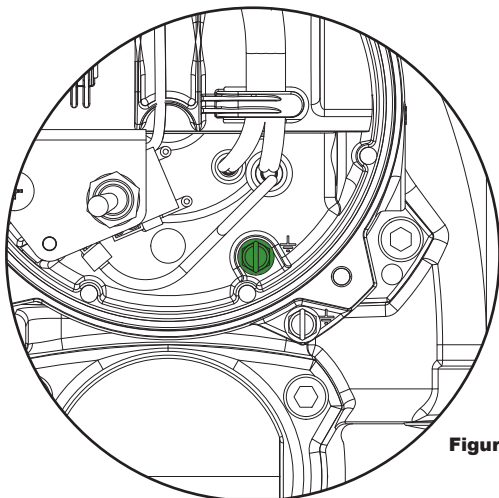

Figure 6
2. Branchez le fil de terre à l'aide de la vis de mise à la terre verte située à l'intérieur de la boîte de jonction (voir figure 6). Le raccordement externe est uniquement un raccordement complémentaire autorisé ou requis par les autorités locales.